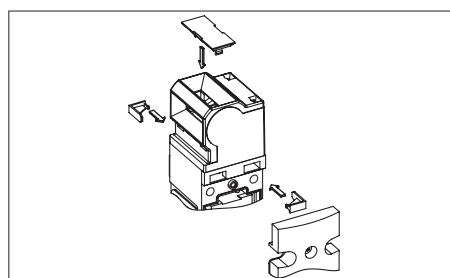

Bild 2: Sicherungskeile einsetzen, Betätigungsschlitz verschließen
3. Optional: Beiliegende Sicherungskeile zum Verdrehenschutz einsetzen (siehe Bild 2).
4. Nicht benutzten Betätigungsschlitz mit beiliegender Schlitzabdeckung verschließen (siehe Bild 2).